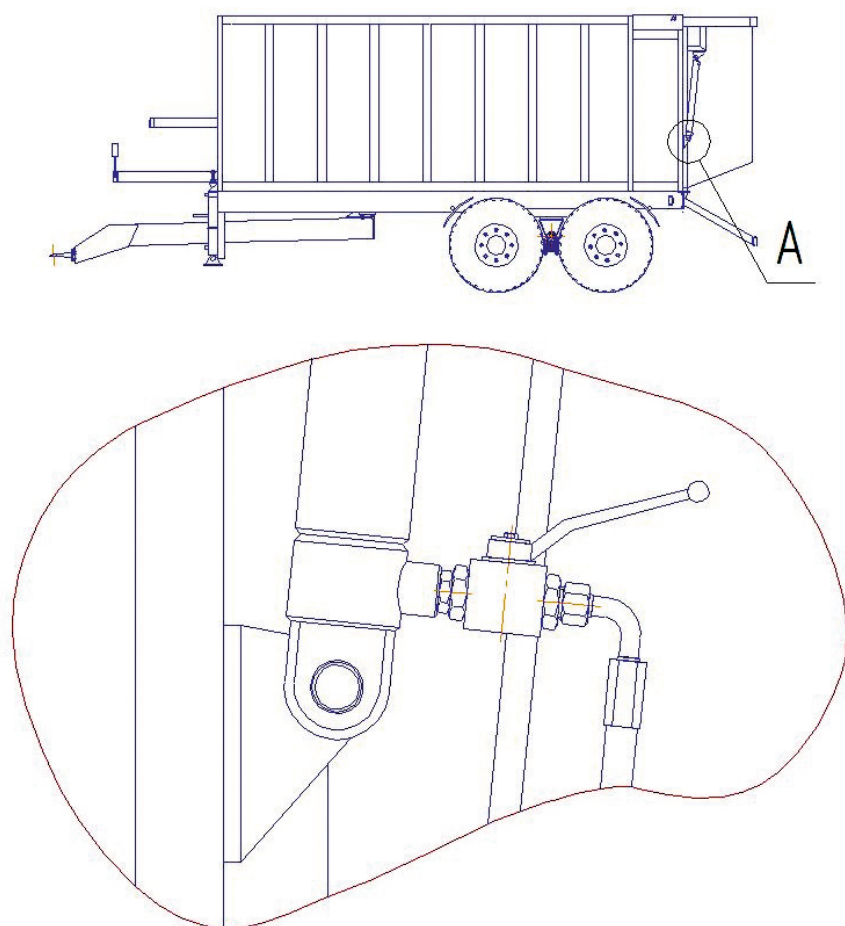

Рис. 1
3.9 При эксплуатации полуприцепа без разбрасывателя органических удобрений (устанавливается задний борт) для безопасной очистки задней части кузова и выталкивающих тележек от технологических остатков на левом гидроцилиндре (или на трубопроводе ГЦ) подъема заднего борта установлен двухходовой кран, предотвращающий самопроизвольное опускание последнего. На рисунке внизу (Рис. 1) кран изображен в рабочем положении, когда обеспечено свободное открытие и закрытие заднего борта. Для фиксации заднего борта необходимо повернуть рукоятку на 90° наружу.
4.1 Полуприцеп (Рис. 1 а, б) состоит из рамы с кузовом, установленной на балансирной тележке, дышла с прицепной петлей RINGFEDER470/Ausf.8, выдвижной системы
4.5 На дышле полуприцепа установлена механическая опора хранения (поз. 10, рис. 1 а, б).
Рис. 1 а
Рис. 1 б